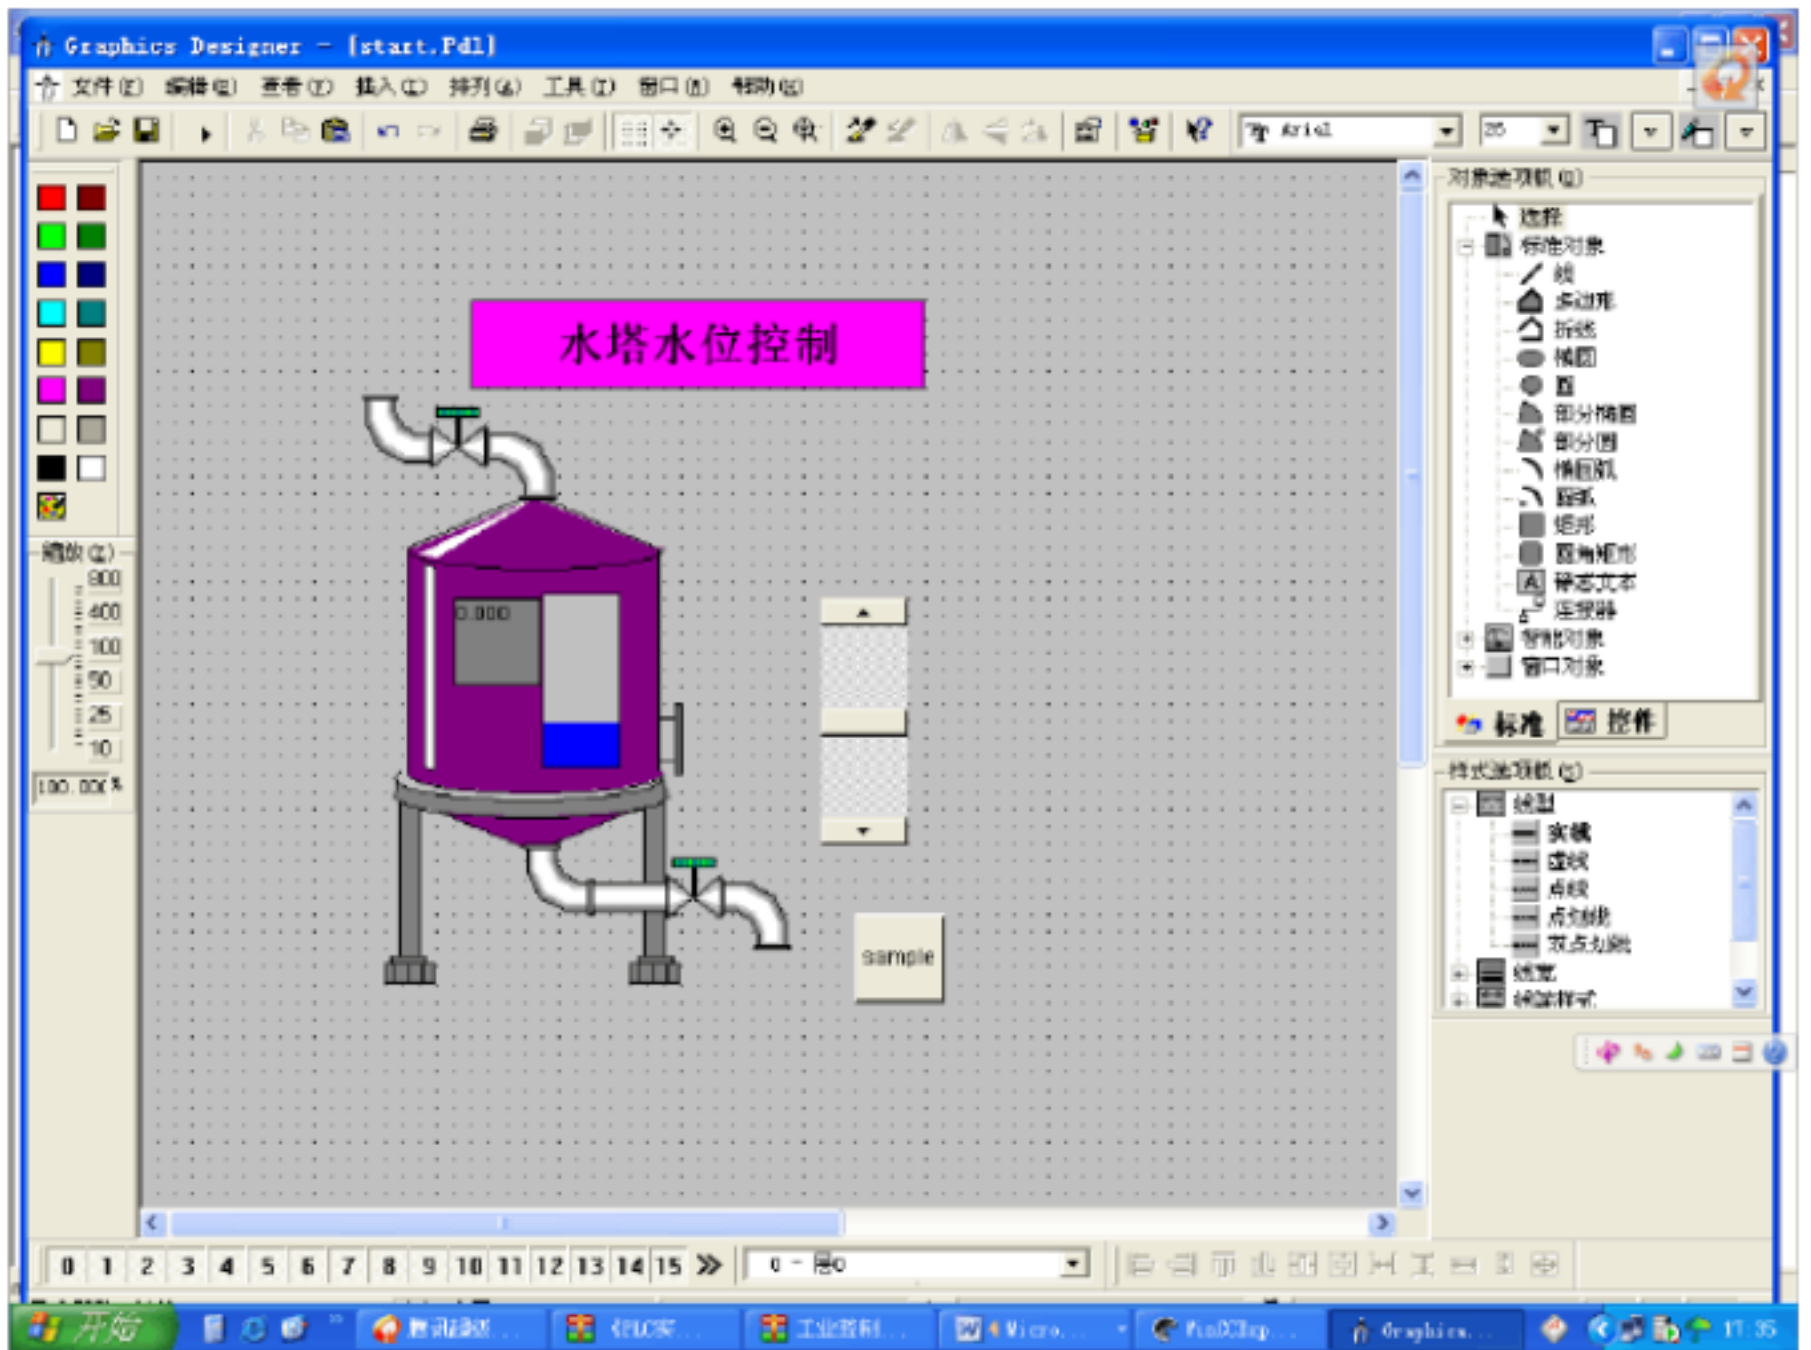

图2-6 滚动条对象属性
3. 在同一画面中，组态 Windows 对象中的“滚动条”对象。在“对象属性”对话框的“事件”“其他”“对象改变”处创建一个直接连接，如图 2-6 所示。